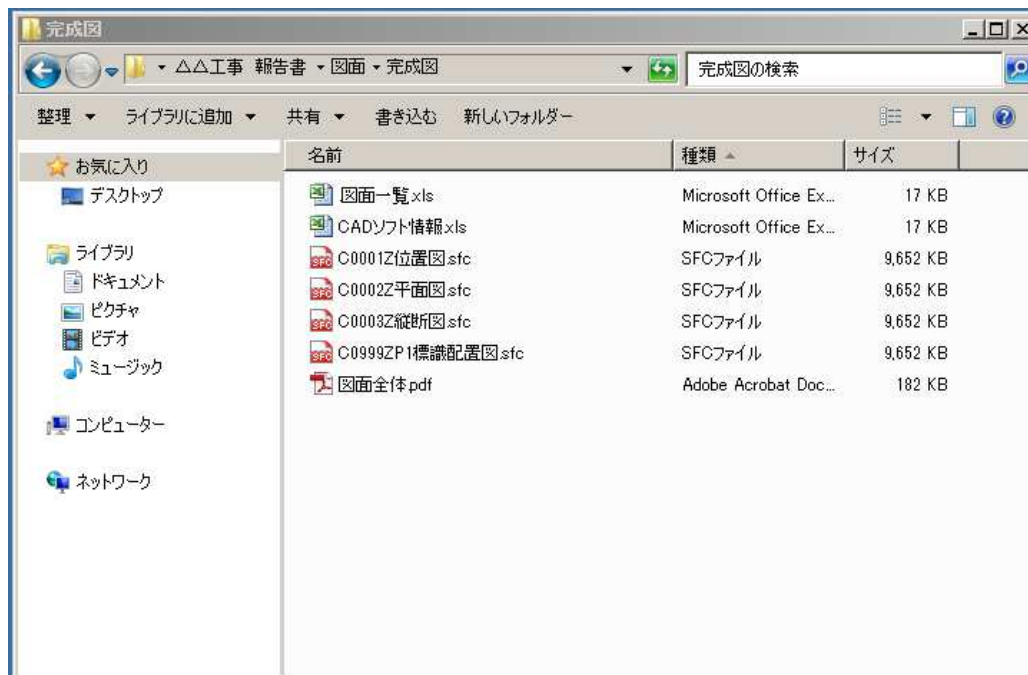

図 2-8 図面フォルダのイメージ（パソコンの画面例）
(3) 図面フォルダへの格納
- 図面フォルダの構成は表 2-7 に示す。サブフォルダは「オリジナル」「PDF」とする。パソコン画面上的格納状態の例を図 2-8 に示す。